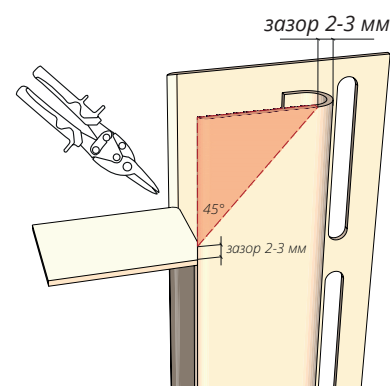
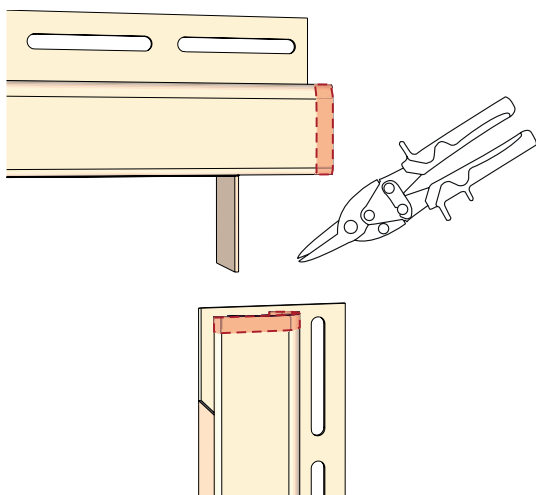
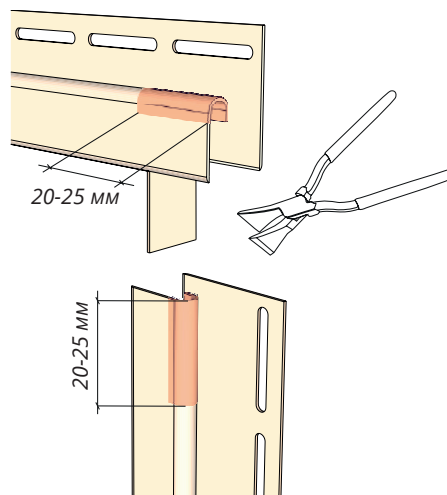

Рисунок 47
Рисунок 50
Рисунок 51
- 14.4** Если соединение лицевой части нужно сделать под 45°, подрежьте J-профиль согласно рис. 47.
14.6 В случае если лицевые части J-профиля выступают, их нужно подрезать, подогнать (рис. 50). Обожмите края J-профиля (рис. 51), используя клещи. При соединении J-профиля под 45° (рис. 47) обжим делать не нужно. Соединение с противоположной стороны J-профиля делается аналогично. После монтажа J-профили должны оставаться подвижными.